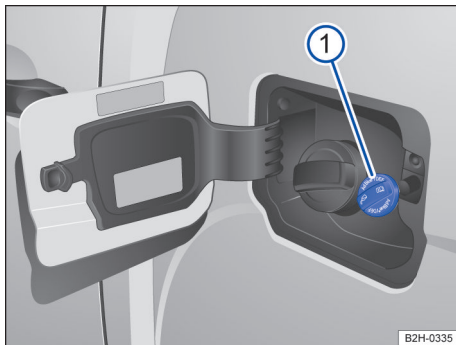
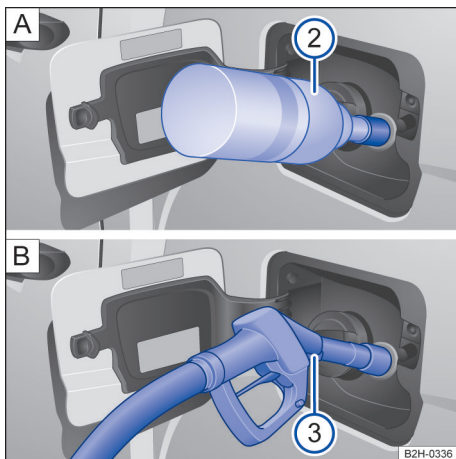

Fig. 140 Atrás da portinhola do tanque: tampa do tanque para AdBlue.
Fig. 141 Atrás da portinhola do tanque: abastecer AdBlue com o frasco de reabastecimento ou A com a bomba de combustível B.
Legenda para Fig. 140 e Fig. 141:
O bocal de abastecimento de AdBlue® se encontra atrás da portinhola do tanque, ao lado do bocal de abastecimento de combustível → Fig. 140.
- Colocar o frasco de reabastecimento no bocal de abastecimento de AdBlue® e apertar o frasco de reabastecimento com a mão → Fig. 141 **A**.
- O reservatório de AdBlue® está completo quando não fluir mais AdBlue® do frasco de reabastecimento → ①.
- Segure o manípulo da bomba de AdBlue® para baixo para garantir o abastecimento ideal → Fig. 141 **B**.
- O tanque de AdBlue® está cheio assim que a bomba de combustível se desliga pela primeira vez → ①.